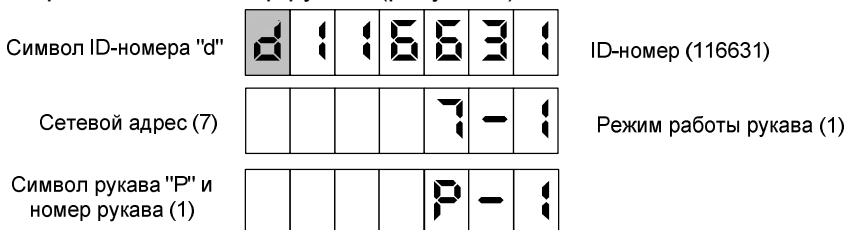

Рисунок 8
8.8 По команде СУ на табло могут отображаться сетевой адрес, режим работы и ID-номер рукава (рисунок 8).